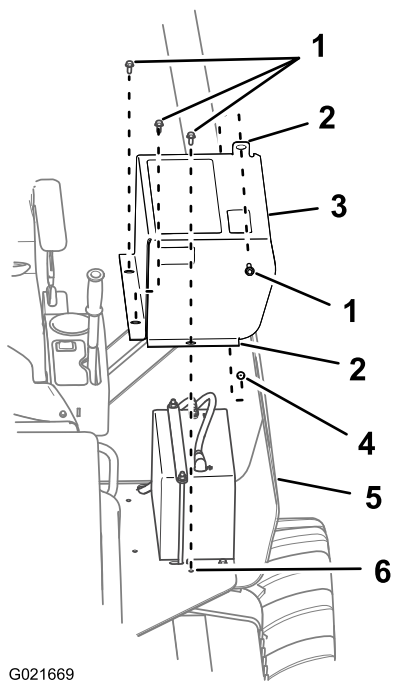

Рисунок 58
2. Снимите болт крепления крышки аккумулятора к пластине ROPS (Рисунок 58).
3. Отверните три болта крепления крышки аккумулятора к платформе оператора и снимите крышку аккумулятора (Рисунок 58)
1. Совместите отверстия в монтажных фланцах крышки аккумулятора с отверстиями в платформе оператора вокруг аккумулятора (Рисунок 58).
2. Прикрепите крышку аккумулятора к пластине ROPS с помощью болта (Рисунок 58).
3. Закрепите крышку аккумулятора на платформе оператора с помощью трех болтов, которые вы сняли ранее (Рисунок 58).